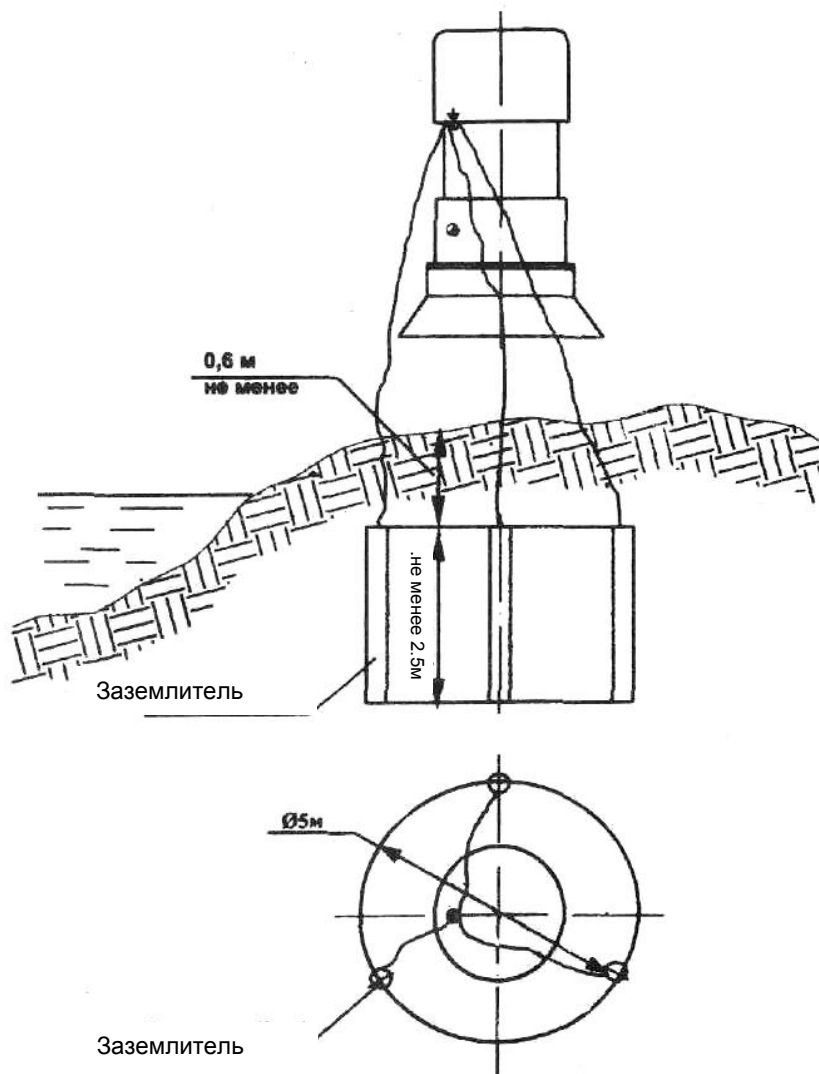

Рис. 5
- - Вертикально забитые в землю стальные трубы или стержни, (рис. 5) (при применении труб толщина их стенок должна быть не менее 3,5 мм), а также стальные ленты, толщиной не менее 4-х мм и площадью поперечного сечения не менее 48 мм², или проволока диаметром 6 мм.